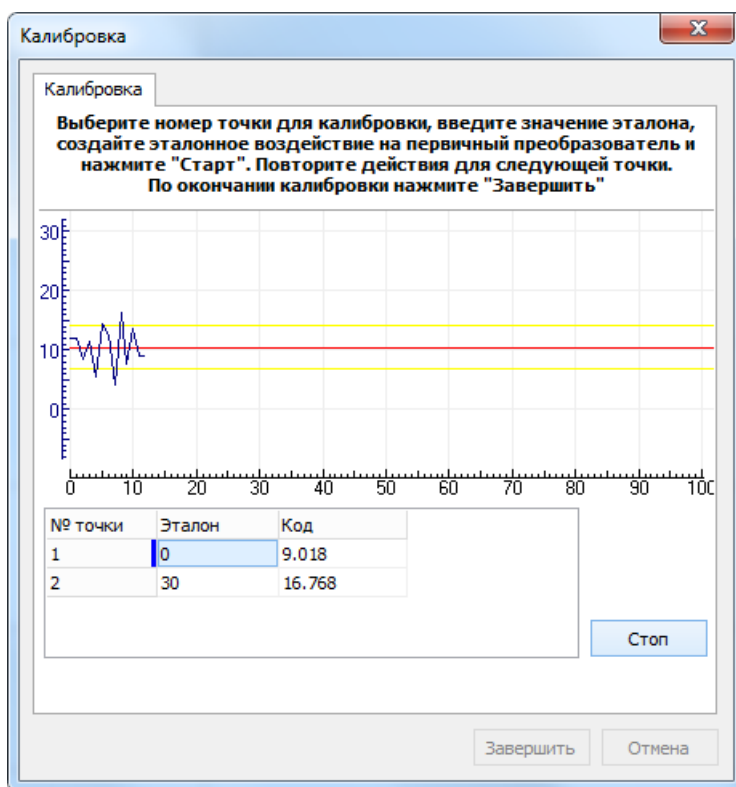

Рисунок 53. Процесс калибровки
- В противном случае график будет отображать изменение кода с течением времени (Рис. 53).
2. Во вкладке **"Калибровка"** выберите ячейку в столбце **Эталон** (Рис. 53) для первой точки измерения, затем введите эталонное значение параметра в данной точке.
Также вы можете завершить измерение в ручном режиме, нажав на кнопку **Стоп**. Используйте это, только когда значение в ячейке столбца **Код** (Рис. 53) стабилизируется.